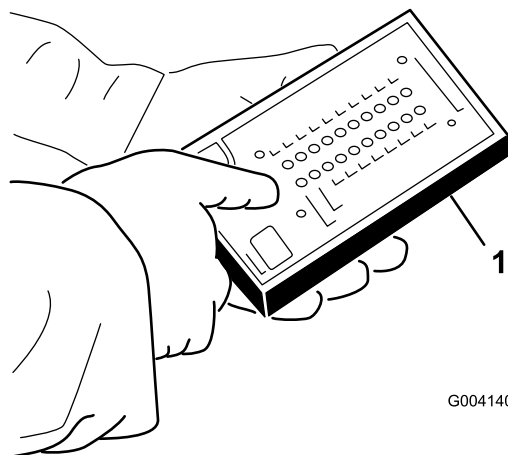

Figura 42
5. Ligue o conector do visor ACE de diagnóstico ao conector de fios (Figura 42).